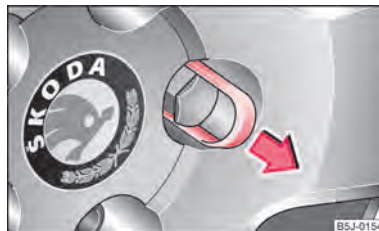

Abb. 141 Radwechsel: Abdeckkappe von der Radschraube abziehen
- Ziehen Sie die Kappe mit der **Kunststoffklammer** ab ⇒ Abb. 141.